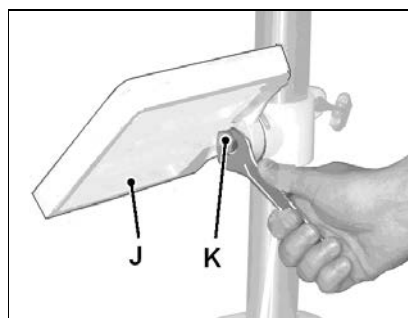

Рис. 3
Для изменения угла наклона стола (J) ослабьте болт с шестигранной головкой (K, Рис. 3).